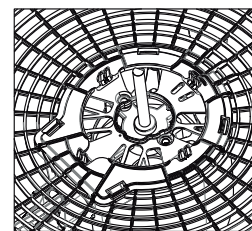

Figura 03
4. Pressionar a região central da Grade Traseira contra as travas do motor até ouvir um "clique" (Ver figura 03).